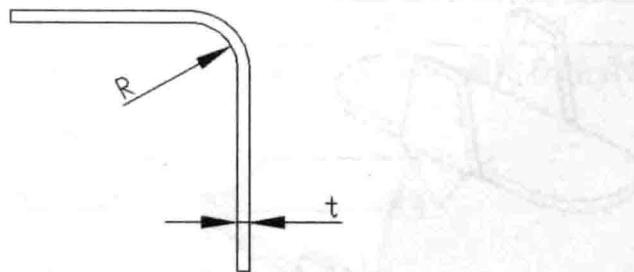

图 1-11 弯曲件的弯曲半径
(3) 弯曲件原则。
- 弯曲件的弯曲圆角原则。板件弯曲时，若弯曲处的圆角过小，则外表面容易产生裂纹。若弯曲处的圆角过大，因受到回弹的影响，弯曲件的精度不易保证，如图 1-11 所示，为此规定弯曲件的最小弯曲半径。